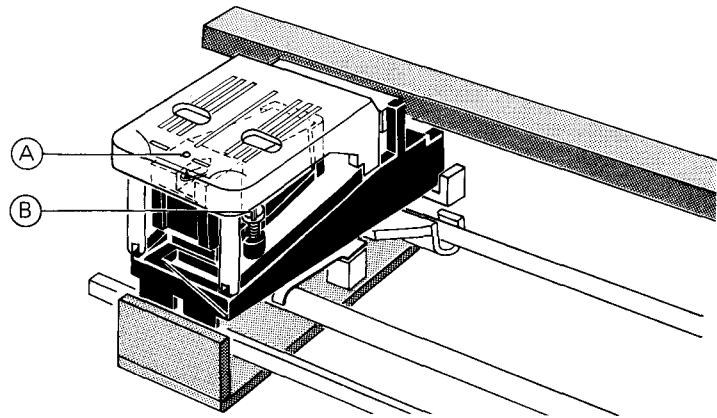

Fig. 4
- Einstellehre auf Tonarm aufstecken (Fig. 4)
- Snap alignment gauge into place (fig. 4)
- Placez le gabarit sur le bras de lecture (fig. 4)